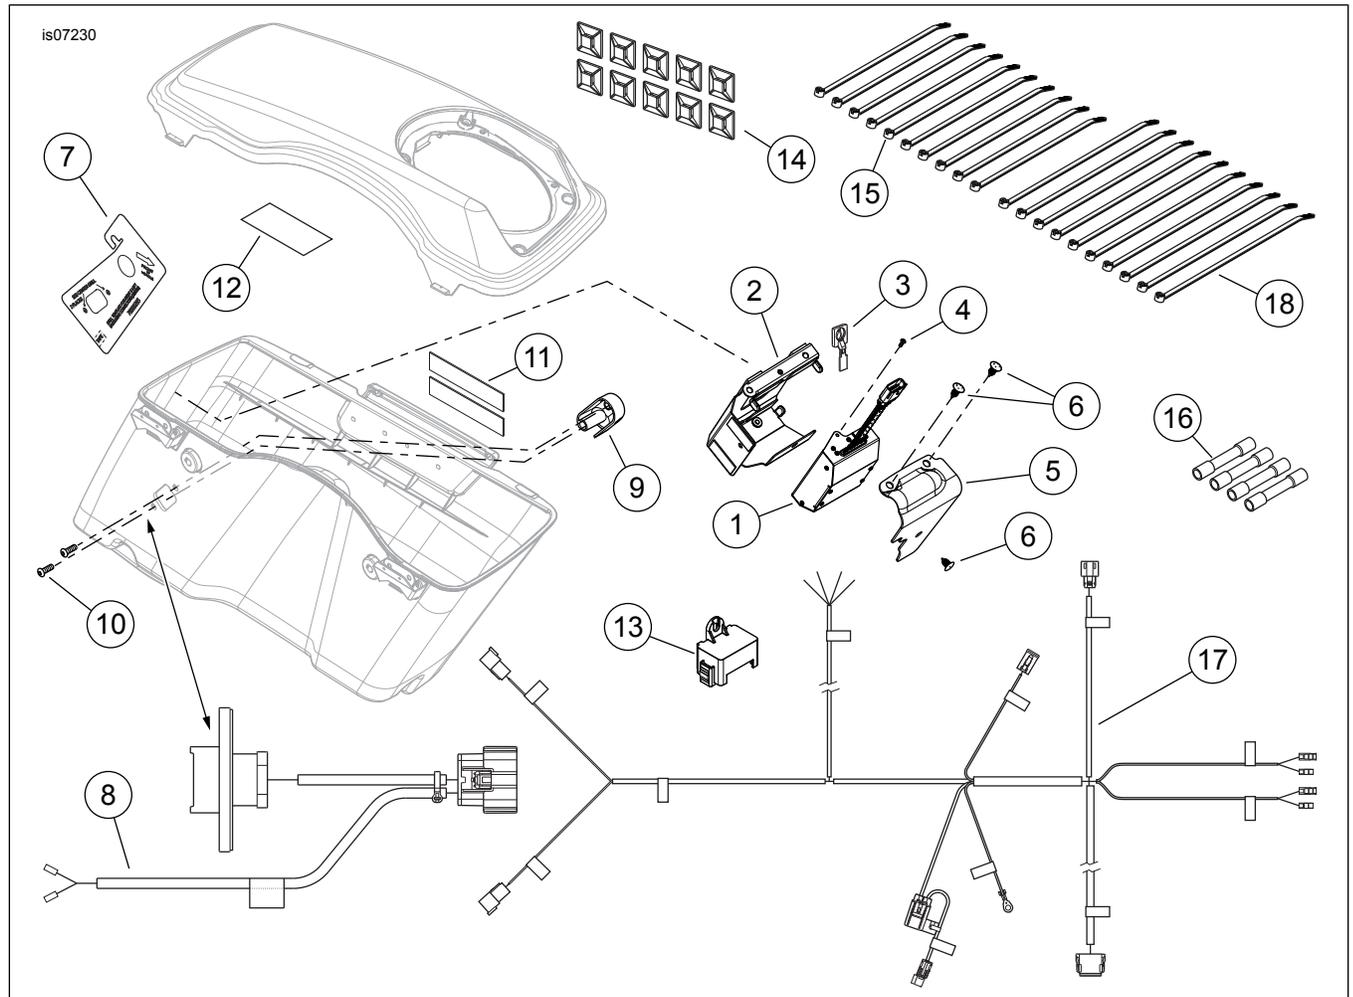

Figure 7. Pièces détachées, kit d'expansion de haut-parleur Boom! Audio
1. Voir Figure 7. Prendre le faisceau de fils (17) d'amplificateur secondaire du kit.
4. **Si les haut-parleurs de sacoche sont installés :** Brancher le connecteur à six fiches (3) étiqueté « RH S-BAG LOC 289 » (verrou de sacoche de droite 289) sur le réceptacle de la sacoche droite. Attacher ce branchement du faisceau de fils au côté supérieur arrière du support de sacoche. Suivre les instructions du kit de haut-parleurs de sacoche pour installer les coussinets en mousse de loquet de sacoche (voir Figure 7, élément 11) selon les besoins. **Si l'on n'installe PAS les haut-parleurs de sacoche,** sceller le connecteur avec du chatterton. Enrouler le branchement de faisceau « RH S-BAG LOC 289 » (verrou de sacoche de droite 289) dans la zone sous la selle. Passer à **ACHEMINEMENT DE FAISCEAU : TOUS.**
2. Voir Figure 7. Prendre le faisceau de fils (17) d'amplificateur secondaire du kit.
- a. Le faisceau de haut-parleur arrière (n° de pièce 6920022) du kit de haut-parleurs de sacoche n'est pas requis. S'il avait été installé précédemment, le retirer du véhicule. Relever les couleurs des quatre fils sans terminaison (10) du faisceau de fils d'amplificateur secondaire. Relever les couleurs et les positions des fils dans les cavités 5 et 6 des prises mâles [41A] et [42A] du faisceau de radio (n° de pièce 69200106).
- c. Utiliser les quatre connecteurs bout à bout scellés (voir Figure 7, élément 16) du kit pour épisser chaque fil du faisceau de fils d'amplificateur secondaire au fil de couleur assortie des prises mâles.
- a. Relever les couleurs des quatre fils sans terminaison (10) du faisceau de fils d'amplificateur secondaire. Relever les couleurs des fils des bornes embrochables de « speaker output » (sortie de haut-parleur) [36D] et [37D] sur les branchements de 1,3 m (52 in) de long et 0,43 m (17 in) de long du faisceau d'amplificateur arrière sur le véhicule.
- c. Utiliser les quatre connecteurs bout à bout scellés (voir Figure 7, élément 16) du kit pour épisser chaque fil du faisceau de fils d'amplificateur secondaire au fil du faisceau d'amplificateur arrière sur le véhicule.
Le bouchon d'étanchéité (voir Figure 7, élément 13) est fourni pour sceller le connecteur de sacoche s'il est déconnecté pour raison de nettoyage ou d'entretien.
5. Voir Figure 7. Prendre le gabarit de perçage (7) du kit. **NE PAS MODIFIER la sacoche droite** avec le gabarit sauf si on installe le kit de repositionnement du module iPod.